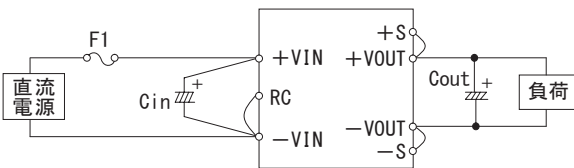
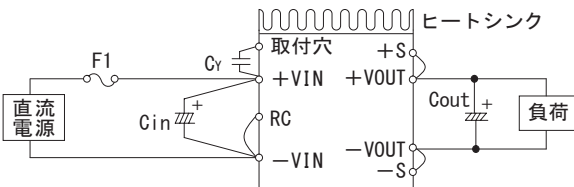

図1.1 標準接続方法 (CQHS250)
図1.2 標準接続方法 (CQHS300/CQHS350)
- 電源を使用するためには、図1.1、図1.2の接続が必要です。
- 入力ラインでの帰還ノイズ低減、電源の安定動作のために、接地コンデンサC_γを接続してください（図1.2）。なお、入力フィルタの共振やインダクタンスにより、電源動作が不安定になることがありますので、ご注意ください。
(3) 入力側外付けコンデンサ
- 電源の安定動作のために、入力側+VINと-VIN間にコンデンサC_{in}を接続してください（図1.1、図1.2）。
- 出力安定度向上のために、出力側+VOUTと-VOUT間にコンデンサ C_{out} を接続してください (図1.1、図1.2)。推奨容量を表2.2、表2.3に示します。